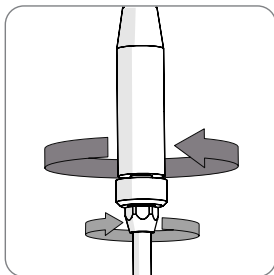

Fig 2
- Apriete completamente la tuerca de aguja grande para unir las dos partes de la lanza. **(Fig. 2)**